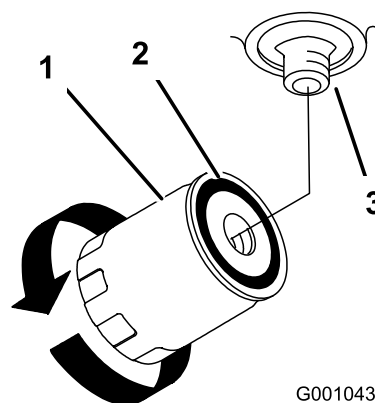

Figure 94
- Appliquez une fine couche d'huile propre sur le joint en caoutchouc du filtre de rechange (Figure 94).
- Remplissez le réservoir hydraulique jusqu'à ce que le liquide déborde du filtre. Tournez alors le filtre dans le sens horaire jusqu'à ce que le joint en caoutchouc vienne toucher l'adaptateur du filtre. Serrez ensuite le filtre de 1/2 tour supplémentaire (Figure 94).